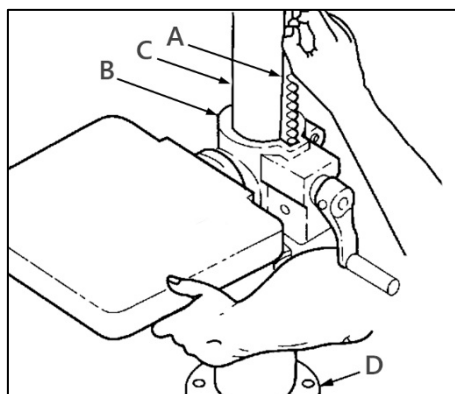

Рисунок 5.
Установите зубчатую рейку так, чтобы ее длинный гладкий конец смотрел вверх, в таком положении вставьте ее в паз в отверстии кронштейна стола. Соедините зубчатую рейку с шестерней, расположенной внутри паза, в зацеп. Удерживая зубчатую рейку (A) (рис. 5) и кронштейн стола (B) вместе, опустите их вниз по колонне (C), пока рейка не упрется в фланец (D) колонны.